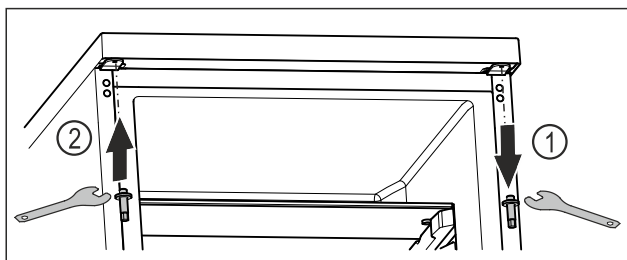

Fig. 14
- ▶ Oberen Bolzen mit Außensechskantschlüssel herausdrehen. *Fig. 14 (1)*
- ▶ Bolzen auf der Gegenseite mit Außensechskantschlüssel festschrauben. *Fig. 14 (2)*